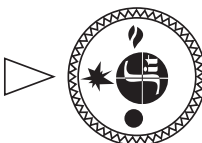

Рис. 10.
- 7.3. Для розжига пилотной горелки ручка управления переводится в положение «**искра**» (рис. 10).